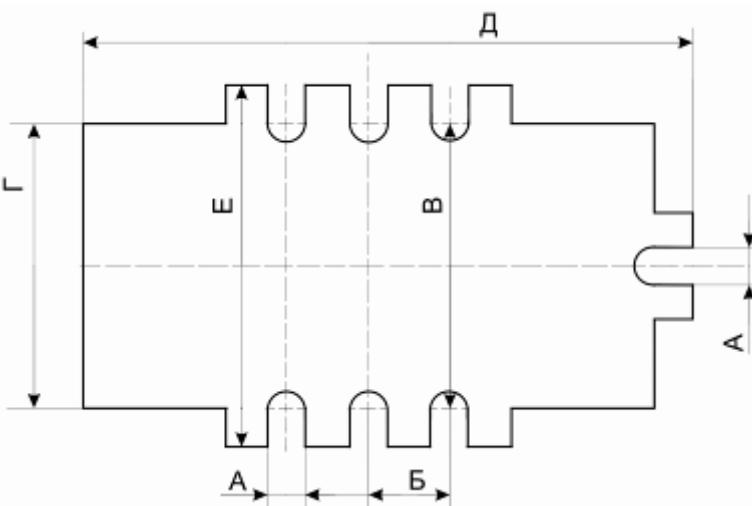

Рисунок 2.
**Установочные размеры тисков (рис. 2.).**